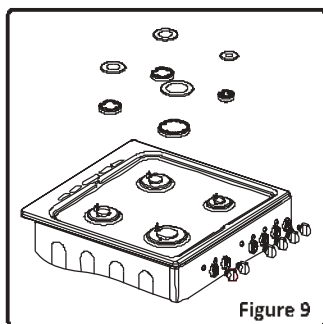

Figure 9
- Retirez le chapeau du brûleur et la couronne (Figure 9).